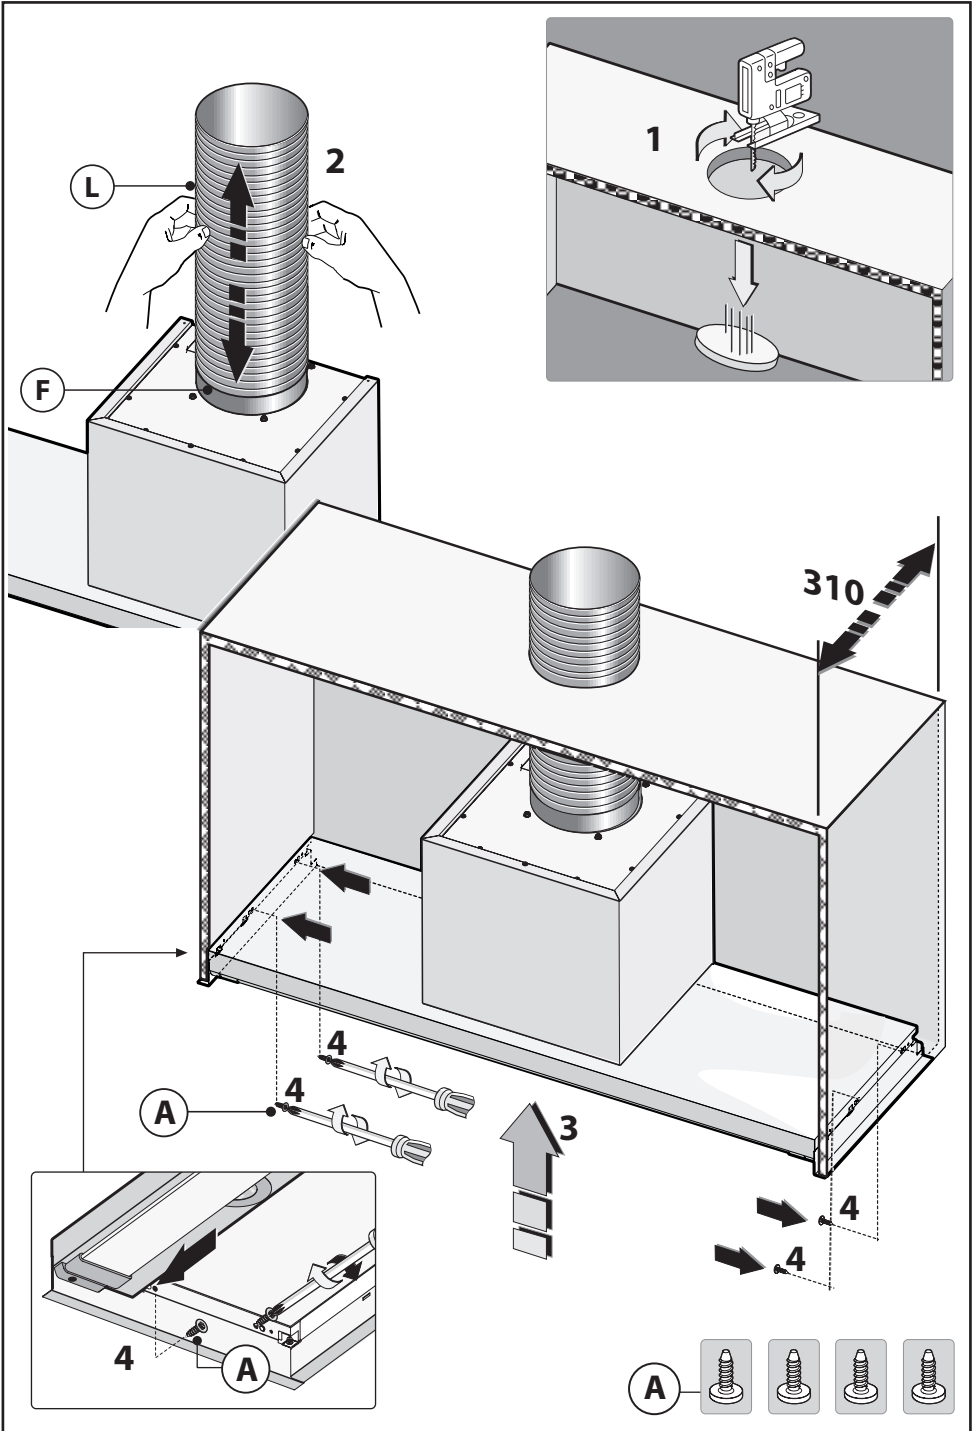

Fig.4
- Nel caso di montaggio dell'apparecchio in versione aspirante predisporre il foro di evacuazione aria Fig.4 - fase 1.
- Collegare, mediante un tubo flessibile **L**, la flangia **F** al foro evacuazione aria Fig.4 - fase 2.
- Allineare la cappa al pensile e fissarla con le 4 viti **A** in dotazione Fig. 4 - fase 3-4.